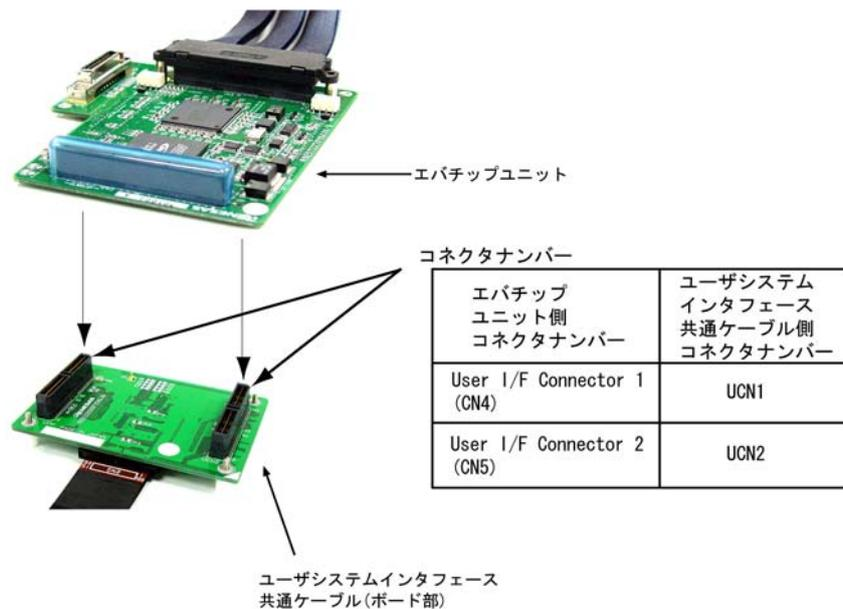

図5 エバチップユニットとの接続
- (1) ユーザシステムおよびエミュレータの電源が切れていることを確認してください。
- (2) ユーザシステムインタフェース共通ケーブルとエバチップユニットのコネクタをコネクタナンバーに合わせて接続します (図5参照)。